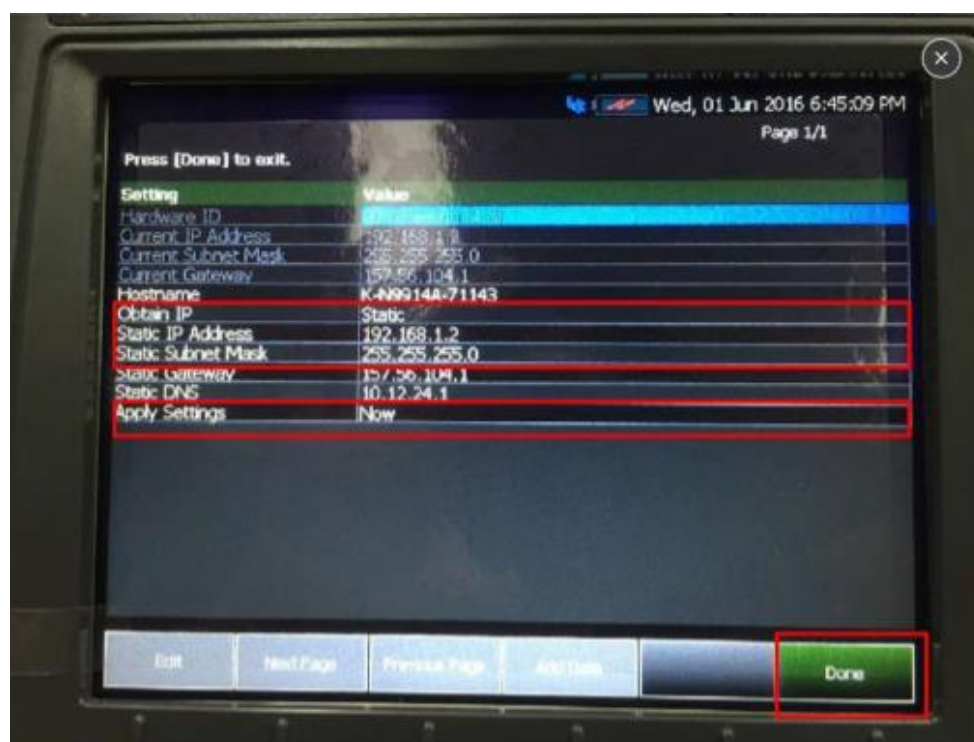

图 4. 配置手持表
- 2) 如图 4 所示，将 Static Subnet Mask 设为和 PC 一个子网掩码段，并